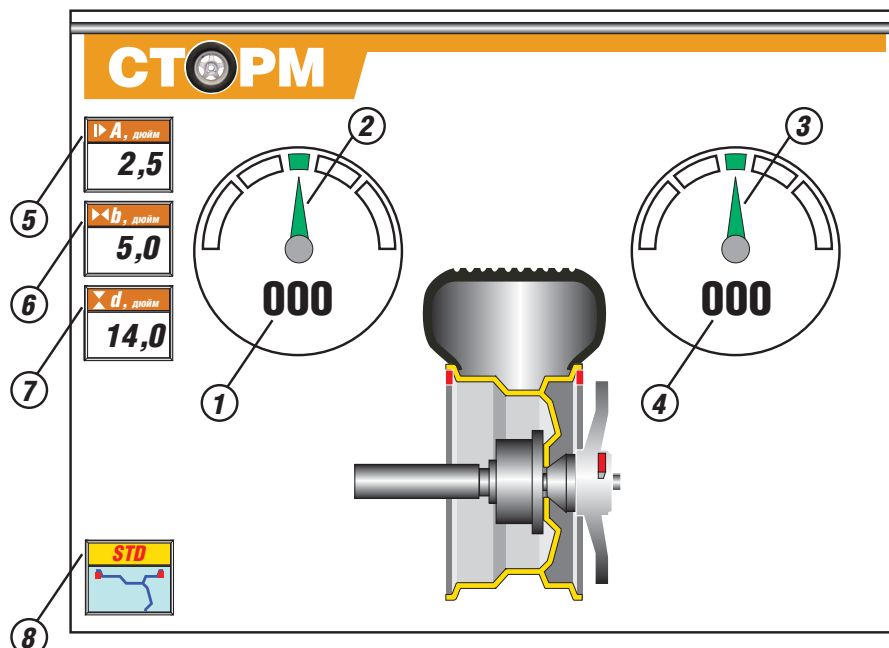

рис. 8.2
После прогрева монитора и загрузки компьютера МБ на экране устанавливается рабочая картинка (см.рис.8.2)
При включении питания МБ автоматически устанавливаются исходные параметры « $d$ » и « $b$ », записанные в памяти компьютера МБ, которые отображаются на индикаторах в окнах 6 и 7 (рис.8.2.) соответственно.
При выдвигении штанги в окне 5 (рис. 8.2) отображается значение дистанции. Значение параметра « $d$ » отображается в окне 7.
Ширина обода отображается в окне 6 (рис. 8.2). Если считанная с обода или измеренная ширина отличается от показаний в окне 6, то кнопками «-» и «+» установить требуемое значение ширины.
Дважды нажать кнопку «A, d, b», после чего окно 5 (рис.8.2) начинает мигать. Нажимая кнопки «-» и «+» установить в окне 5 требуемую величину дистанции. Через 2-3 сек после установки дистанции кнопки «-» и «+» возвращаются в режим ввода ширины обода.
11.2. Переключение схем ALU1-ALU5 осуществляется последовательным нажатием кнопки «ALU» при этом схема установки грузов отображается соответствующим схематическим изображением грузов на сечении колеса и в окне 8 (рис. 8.2.).
Выход из программ ALU последовательным нажатием кнопки ALU до появления в окне 8 символов «STD» (см. рис. 8.2).
этом случае в окнах 1 и 4 (рис. 8.2) высвечиваются «0». Минимальный дебаланс отображающийся в окнах 1 и 4 равен 8г. Дебаланс, превышающий 8г, округляется до величины кратной 5, т. е. дебаланс 9, 10, 11 и 12 г отображается цифрой 10, дебаланс 13, 14, 15, 16 и 17 г – цифрой 15 и т. д. Для просмотра неокругленного значения дебаланса или дебаланса менее 8г. необходимо нажать кнопку «<», при этом в окнах 1 и 4 на 2-3 сек высвечиваются фактические значения дебаланса, определенные в данном запуске.
12.3.4. Для проверки результатов балансировки снова запустите МБ. Если колесо отбалансировано правильно, на индикаторах 1 и 4 (рис.8.2.) отображаются «0».
Если в положении колеса, когда стрелки 2 или 3 (рис.8.2) окрашены зеленым цветом, первоначально установленный груз по соответствующей плоскости находится в зоне А, вместо него следует поставить более тяжелый груз.